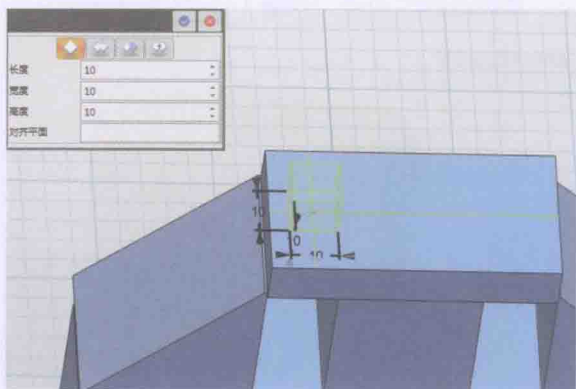

图 1-2-20
16. 绘制第六层。在如图 1-2-20 所示的平面画六面体。